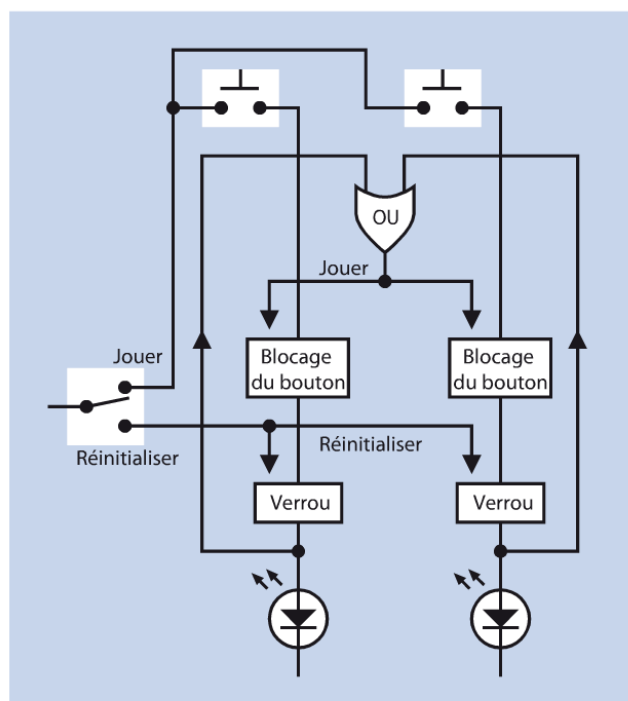

Figure 4-115. L'ajout d'une porte OU (OR) isole le circuit d'un joueur du circuit de l'autre.
Je pourrais ajouter des diodes sur les connexions de retour, afin de les empêcher de véhiculer le signal dans l'autre sens. Cependant, une autre idée est plus élégante : ajouter une porte OU (OR), car les entrées d'une porte ET sont électriquement séparées (figure 4-115).